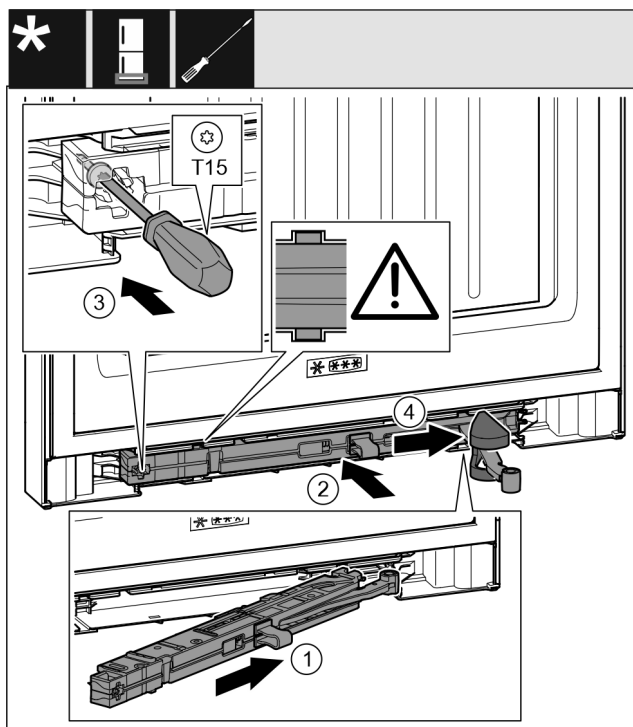

Fig. 46
- Jednotku tlumiče zavírání na straně stojanu ložiska zasuňte až na doraz šikmo do vybrání. Fig. 46 (1)
- Jednotku tlumiče zavírání zcela zasuňte do vybrání. Fig. 46 (2)
- Šroubovákem T15 pevně utáhněte šroub. Fig. 46 (3)
- Posuňte kryt přes kloub. Fig. 46 (4)